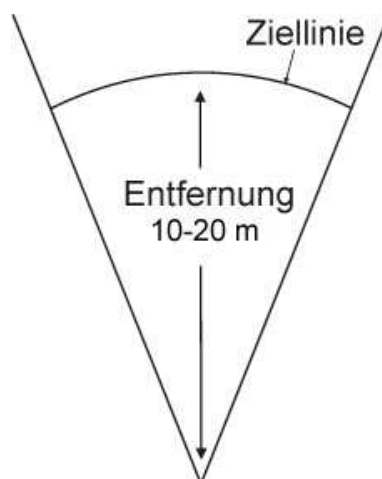

Abbildung 1: Skizze der Rennstrecke
2. Die Modellautos dürfen den gekennzeichneten Bereich (siehe Abb. 1) nicht verlassen. Vom Startpunkt aus ist eine Abweichung von  $\pm 15^\circ$  nach links bzw. nach rechts zugelassen. Dieser Bereich ist durch Banden begrenzt. Berührt eines der Autos die Bande, so wird als Ergebnis die Distanz zwischen dem Ort der Berührung (es zählt die Vorderkante des Autos) und der Ziellinie zuzüglich einer Strafe von 3 Metern festgelegt.